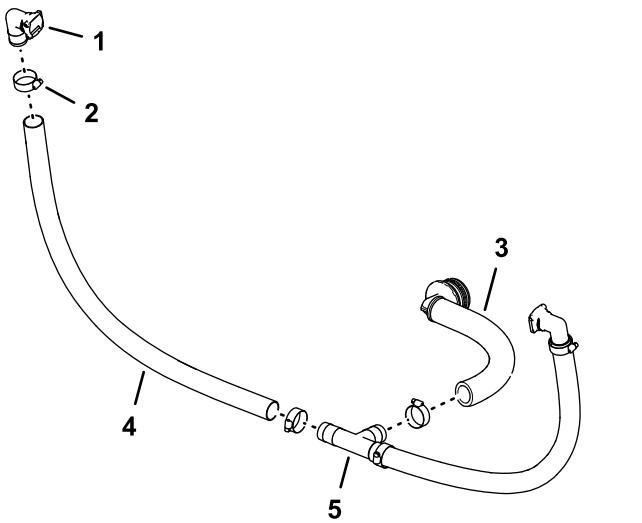

图92
- 使用在步骤 中卸下的法兰夹具和垫片 将快速连接接头槽——1 英寸插入软管 1 x 26 英寸中并使用软管夹将软管固定至接头如 图92 所示。
2. 如图92 所示将软管的自由端安装到 T 形接头上并使用软管夹具将软管固定到接头上。
4. 将 90° 宝塔接头和软管组件安装到 T 形接头并用软管夹具将软管固定到接头上 图92。